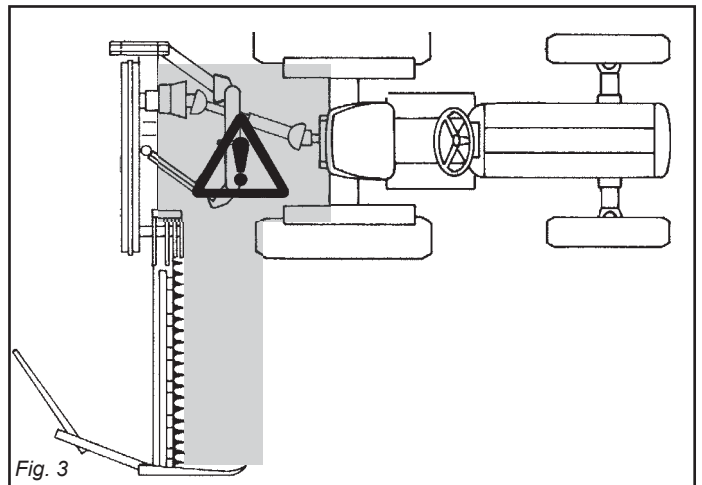

Fig. 3
- 29) Es ist absolut verboten, bei laufendem Motor und eingeschalteter Gelenkwelle zwischen den Schlepper und das Gerät zu treten (Abb. 3). Dazu muß die Feststellbremse gezogen werden und unter die Räder ein Bremskeil oder ein großer Stein gelegt werden sein.
- 33) Es ist absolut verboten, zwischen den Schlepper und den Anschluß zu treten, um die Aushebung von außen zu betätigen (Abb. 3).